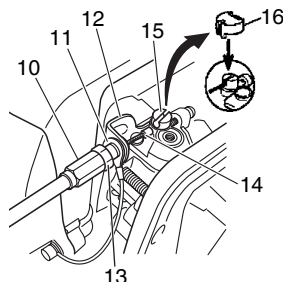

Fig. 8
Conecte el extremo del cable del acelerador (14) al carburador (15) e instale la tapa del cabezal (16), que encontrará en la bolsa de herramientas (si el aparato la incorpora), en el cabezal (15) (Fig. 8).